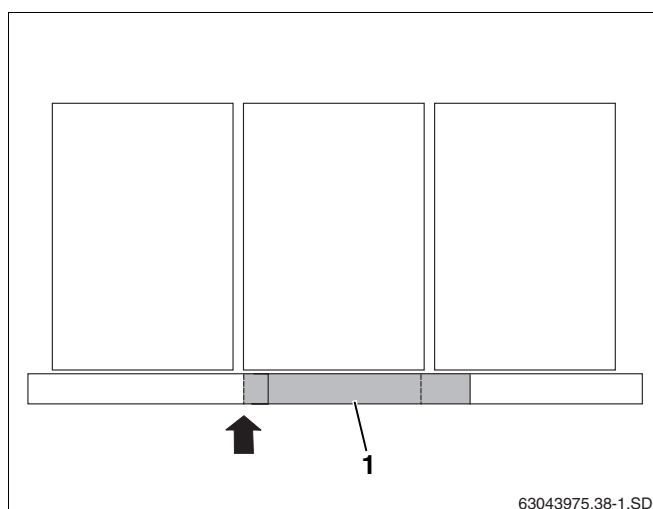

Fig. 44 Posizionamento dei profili d'integrazione centrali con collettori montati verticalmente
In presenza di più di due collettori montati verticalmente, i profili d'integrazione inferiori centrali (fig. 44, **pos. 1**) sono necessari. Questi devono essere montati, sul lato sinistro, a paro con il collettore (freccia).